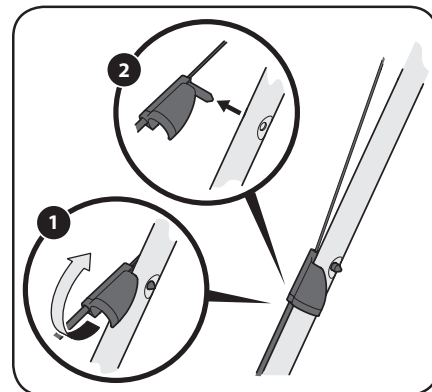

Figura 4-3
1. Rote hacia arriba el accesorio del cable de la transmisión en la manija superior izquierda. Consulte. Vea la Figura 4-3.